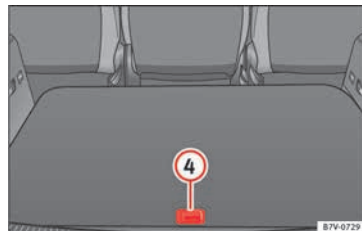

Abb. 189 Weitere Ablagefächer im Gepäckraumboden.
Ablage hinten öffnen » Abb. 189 ④:	▷ Hinteren Teil des Gepäckraumbodens mit dem Griff nach oben ziehen.